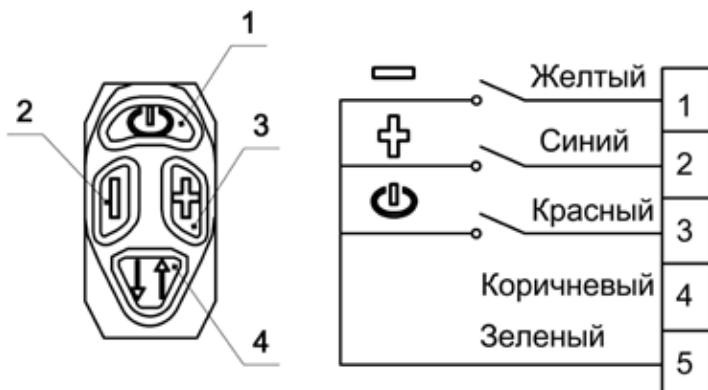

Рис. 8.2.1. Кнопки управления на сварочной горелке:
9. Наконечник (см. рис. 8.2.1)